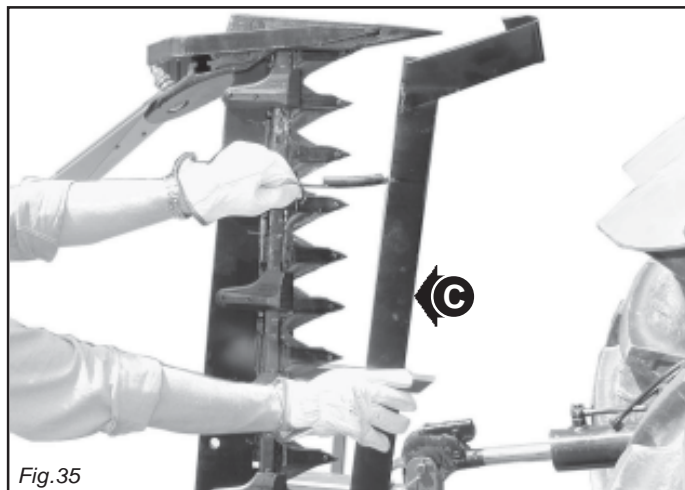

Fig. 35
- Den Schutz der Mähmesser und des Außenschuhs montieren (C, Abb. 35)